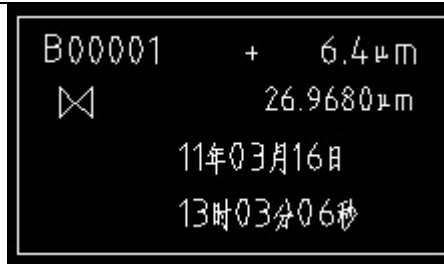

图 10
2、在测量状态下如图 1，短按“←”键浏览该通道下保存的数据如图 10 所示，在此界面下按“↓”键可以查询下一条数据，按“→”键可以查询 50 条后的数据。
- 2、SD卡数据清空：在查询界面下如图 10，长按“SET”键和“→”键 10 秒，所有保存的数据将全部清空。